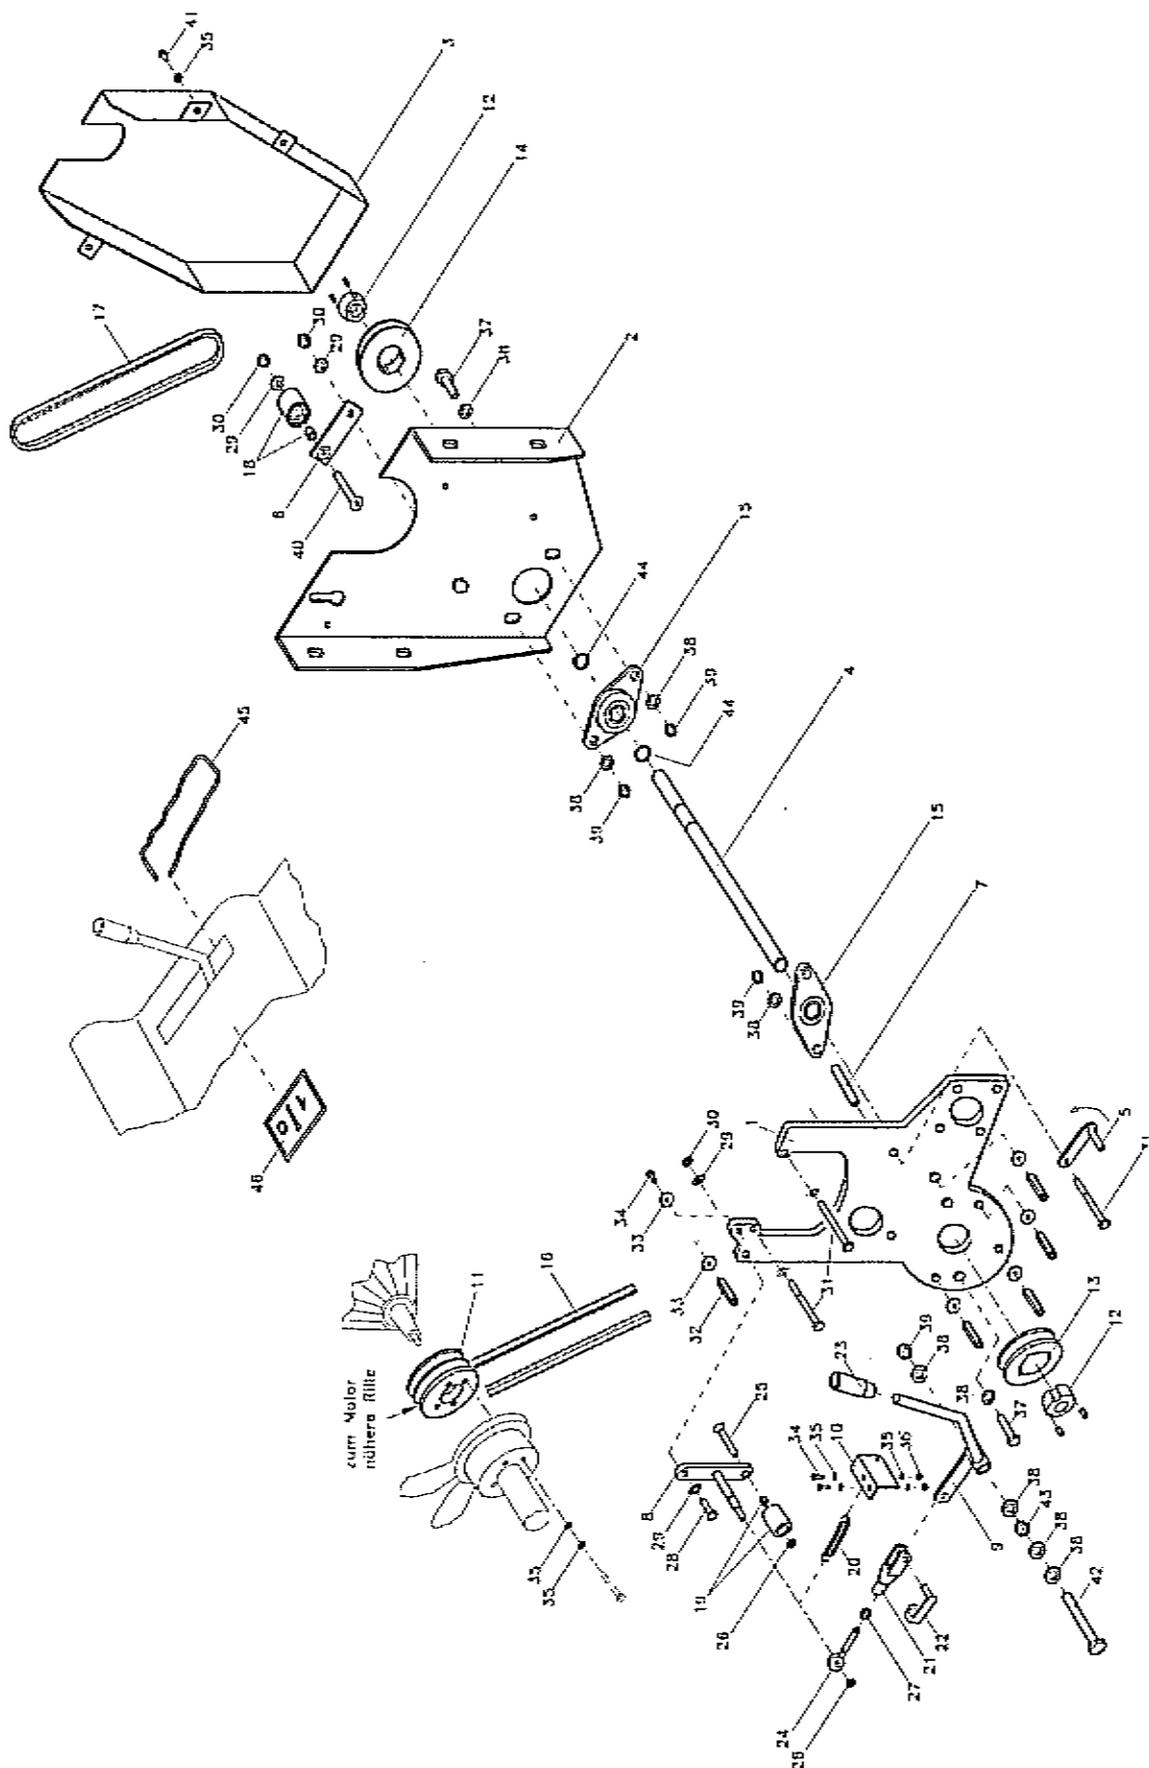
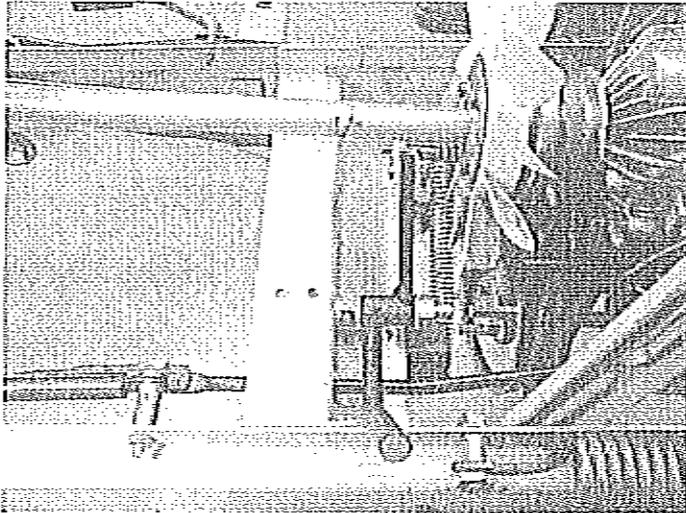

Bild 1
Bild 9
- Montieren Sie die mitgelieferte Keilriemenscheibe (2-fach) (Pos. 11 Bild 1)
- Bei der „unteren“ Schraube wird ein Riemenführungsbügel (Pos. 5 Bild 1) und eine Distanzhülse mitgeschraubt (Pos 7 Bild 1)
- Verbinden Sie nun den Schallhebel mit dem Riemenspannerbolzen indem Sie die mitgelieferte Augenschraube (M8x50) mit dem Riemenspannerbolzen verschrauben; den mitgelieferten Gabelkopf M8 mit Kontermutter auf die Augenschraube aufschrauben (Bohrung Augenschraube - Bohrung Gabelkopf L=85mm); und den Gabelkopf am Schallhebel fixieren (Pos. 22 Bild 1) siehe Bild 9